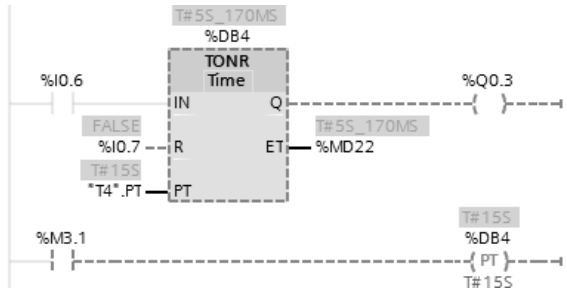
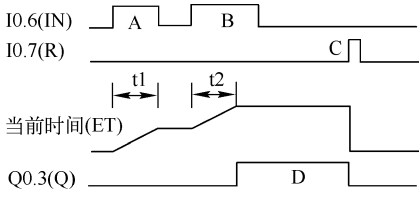

图 3-20 时间累加器
图 3-21 时间累加器的波形图
时间累加器（TONR，见图 3-20）的 IN 输入电路接通时开始定时（见图 3-21 中的波形 A 和
B)。输入电路断开时，累计的当前时间值保持不变。可以用 TONR 来累计输入电路接通的若干个时间段。图 3-21 中的累计时间 $t1+t2$ 等于预设值 PT 时，Q 输出变为 1 状态（见波形 D）。
图 3-20 中的 PT 线圈为“加载持续时间”指令，该线圈通电时，将 PT 线圈下面指定的时间预设值（即持续时间）写入图 3-20 中 TONR 定时器名为“T4”的背景数据块 DB4 中的静态变量 PT(“T4”.PT)，将它作为 TONR 的输入参数 PT 的实参。用 I0.7 复位 TONR 时，“T4”.PT 也被清零。